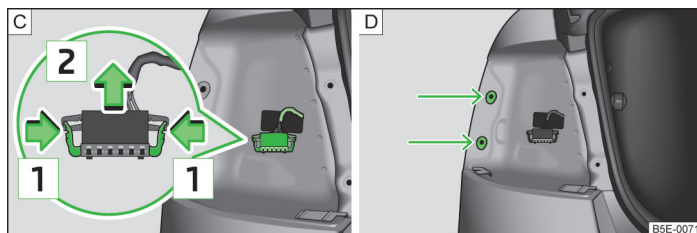

Fig. 220 Fiche de la lampe/démontage de la lampe
- Comprimez les deux verrouillages sur le connecteur dans le sens de la flèche **1** » fig. 220 - **C**.
- Appliquer l'ampoule à la verticale dans les logements de la carrosserie » fig. 220 - **D**.